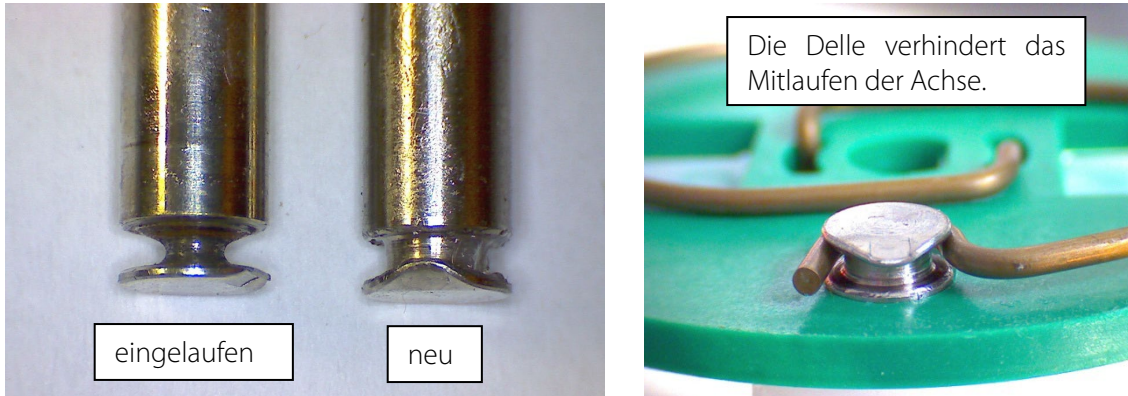

Abbildung 11 Überprüfung der Achsen der Andruckrollen
6. Die Rollenachsen demontieren und die Rollen wechseln. Darauf achten, dass die Andruckfeder nicht in die Achse eingelaufen ist und die Einpressung (Delle) an der Achsenstirnseite beschädigt hat. Bei Abnutzung muss die Achse gewechselt werden (siehe Abbildung 11).
1. Sicherstellen, dass die Kunststoffrollen leicht auf der Achse rollen. Nach dem Wiedereinbau der Achse mit Rolle in den Rollenträger muss die Feder wie in Abbildung 11 gezeigt, montiert sein. Bitte auf richtige Ausrichtung der Einkerbung (Delle) achten.